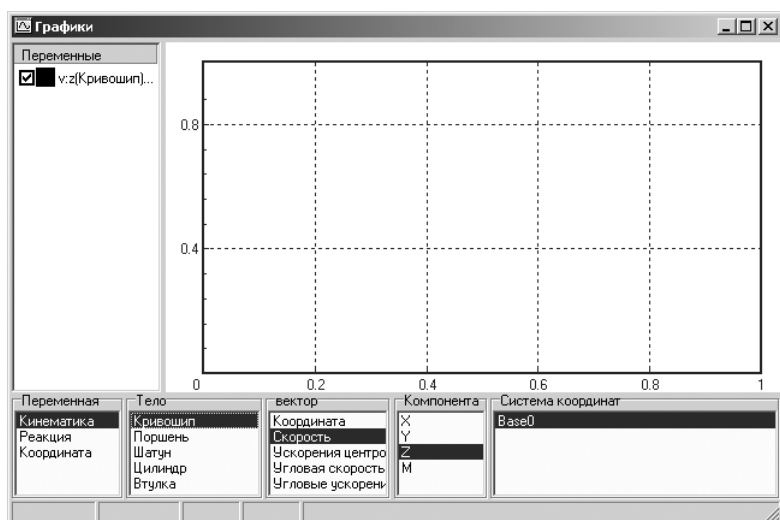

Рис. 2.80. Отдельное графическое окно с нужными выделенными пунктами в **Мастере переменных** и выбранной переменной
- щелкните дважды по любому из выделенных пунктов. Выбранная переменная появится в окне **Переменные**, расположенном в левой верхней части отдельного графического окна, см. рис. 2.80;